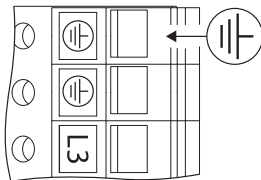

Fig. 27: Bijkomende aarding
- Door de verhoogde lekstroom bij motoren van 11 kW moet conform EN 61800-5-1:2008-04 bovendien een versterkte aarding worden aangesloten (zie Fig. 27).